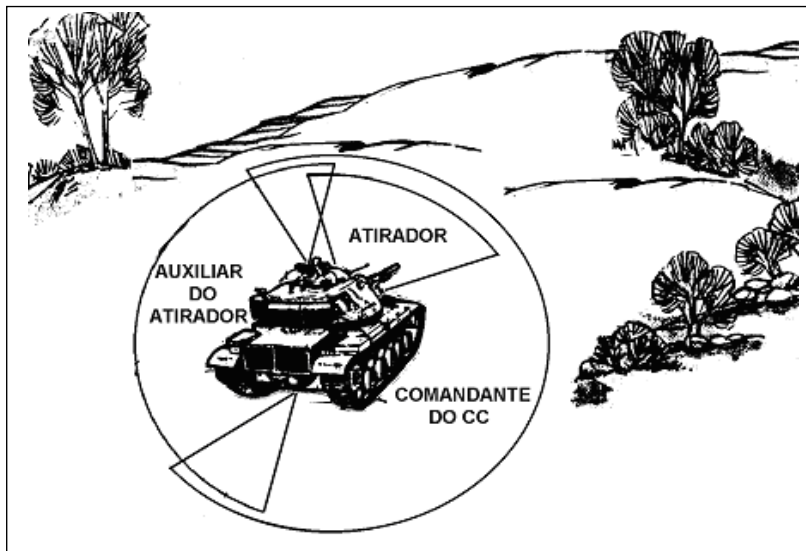

Fig 9-1. Setores de observação da guarnição.
9-2. PROCURA DE ALVOS (Fig 9-1)
(2) **O CC em movimento com as escotilhas fechadas** - A observação com as escotilhas fechadas é realizada através dos periscópios e lunetas. Os setores de observação de cada integrante permanecem os mesmos da Fig 9-1. A observação das ameaças aéreas pelo Aux At fixa prejudicada.